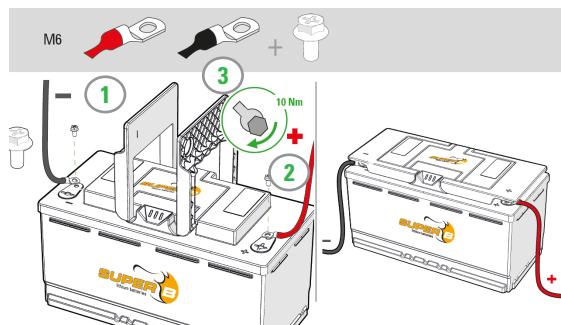

Figure 12. Raccordement d'accessoires aux bornes
1. Raccordez la borne positive du câble de puissance de l'appareil à faible consommation à la borne X2 (+) de la batterie Li-ion (Figure 12). Utilisez le boulon M6 inclus.
2. Raccordez la borne négative du câble de puissance de l'appareil à faible consommation à la borne X1 (+) de la batterie Li-ion (Figure 12). Utilisez le boulon M6 inclus.